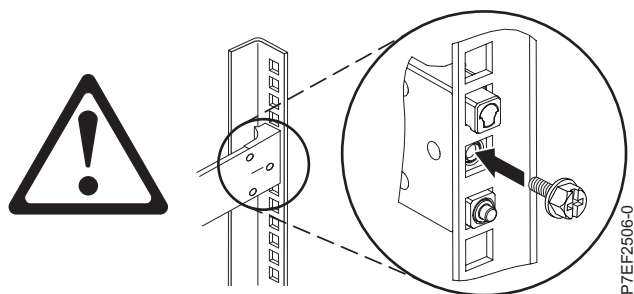

Figura 21. Reinstalando o Parafuso
4. Reinstale o parafuso que foi removido na etapa 2 na página 23, conforme mostrado na Figura 21 na página 25.